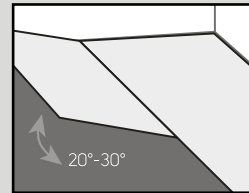

Fig. 3
4. Empiece la segunda hilera introduciendo la lengüeta en la ranura sujetando la plancha en ángulo (aproximadamente 30°). Continúe golpeando el tablón/azulejo firmemente en la ranura de la primera hilera (Fig. 3).